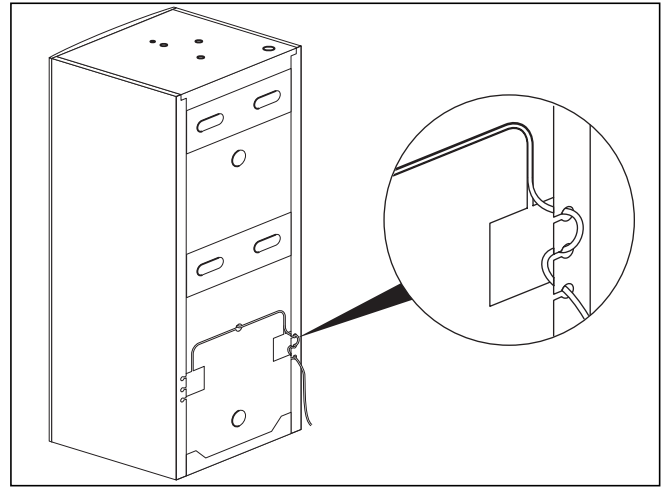

**Abb. 5.1 Speicherfühlerleitung anschließen**
- Schieben Sie den Fühler wie in Abb. 5.1 gezeigt in die Speicherfühler-Hülse (siehe Abb. 2.1, Pos. **11**).